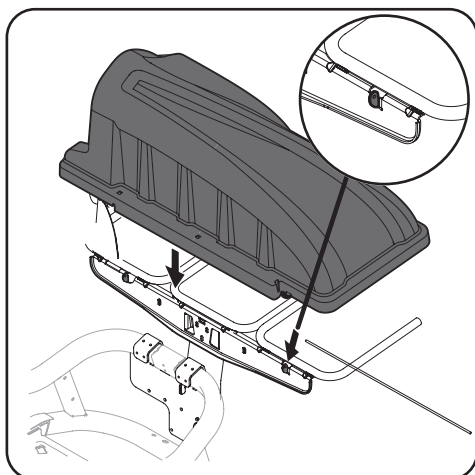

Figura 4-11
5. Instale la cubierta de la embolsadora en el conjunto de soporte de la bolsa, como se ve en la Figura 4-11. La cubierta plástica va dentro de las dos lengüetas de montaje.